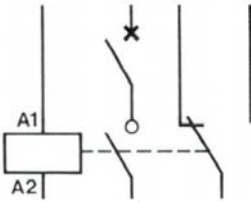

fig. 3 : disjoncteur + télérupteur + auxiliaire télérupteur
- disjoncteur + télérupteur + ATL (TL pilote) (fig. 3),